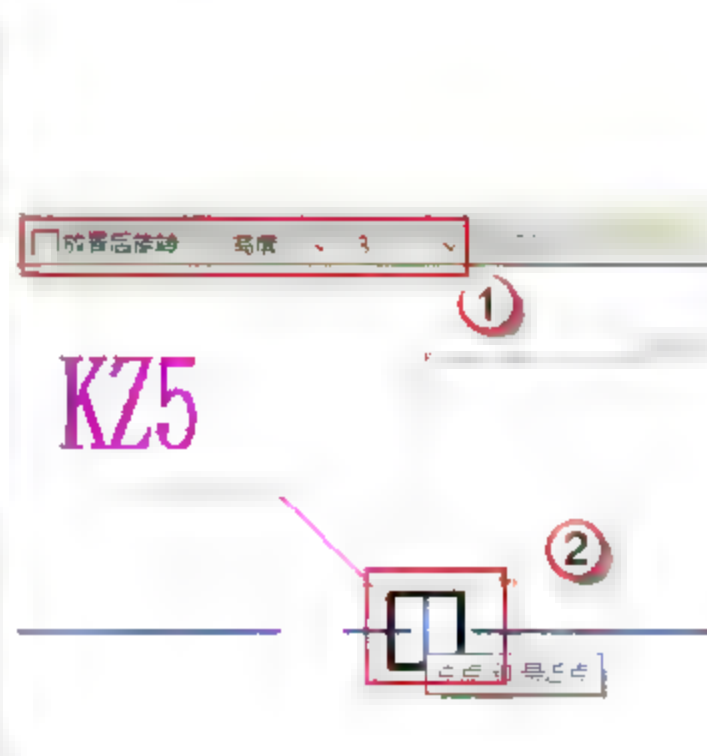

图 4.1.12 绘制矩形框架柱 KZ5
(12) 绘制矩形框架柱 KZ5,按快捷键 C+L,取消“放置后旋转”复选框的选择,改为“高度”放置,使顶部标高对齐标高结构 3 层,如图 4.1.12 所示。